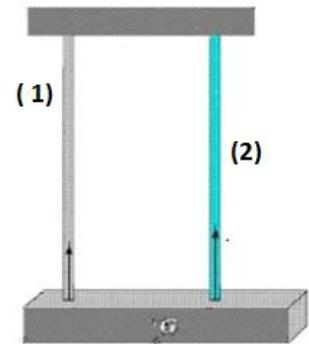

Fig. 1.24 Viga suspendida de dos cables. Ejercicio 1.12
Se cuelga una viga de 2000 N de dos cables (Fig. 1.24) de igual longitud y la misma sección de $4,00 \text{ mm}^2$, uno de acero (1) (Módulo de Young = $20 \times 10^{10} \text{ N/m}^2$; Limite elástico = 450 MPa; Limite de rotura = 550 MPa) y el otro de aluminio (2) (Módulo de Young = $7 \times 10^{10} \text{ N/m}^2$; Limite elástico = 205 MPa; Limite de rotura = 421 MPa). Al suspenderla, ambos cables se estiran lo mismo. Calcular: